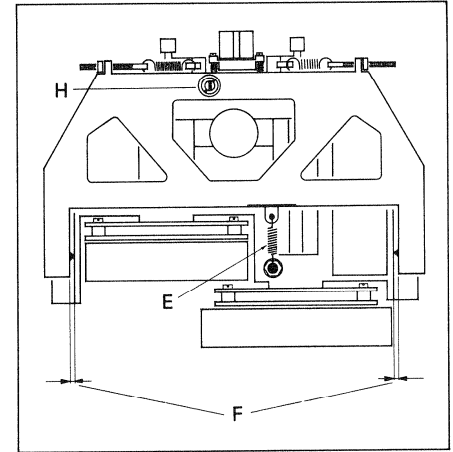

Fig. 3.3
- Der Schwenkträger muss über die Rückzugsfeder [E] geerdet sein (Fig. 3.3, Ansicht von unten).
- The pivoting carrier must be connected to ground via the retraction spring [E] (Fig. 3.3, bottom view).
- Le support des têtes doit être mis à la terre par l'intermédiaire du ressort de rappel [E] (fig. 3.3, vue de dessous).
- Kontrollieren, ob die beiden Gewindestifte an den Drehpunkten des Schwenkträgers so eingestellt sind, dass auf beiden Seiten der Abstand Schwenkträger – Doppelkapstanguss [F] gleich gross ist (Fig. 3.3).
- Ensure that the two headless setscrews at the pivoting point of the carrier are adjusted in such a manner that the clearance between pivoting carrier and dual capstan casting [F] is identical on both sides (Fig. 3.3).
- Les tiges filetées des points de rotation doivent être réglées de telle façon que la distance entre le support pivotant et le chassis du double cabestan [F] soit la même de part et d'autre (fig. 3.3).
- Die Eintauchtiefe wird mit der Einstellschraube [H] (Fig. 3.3) so eingestellt, dass das andere Ende des Mess-Schiebers sich im Bereich der eingefrästen Markierung befindet.
- Adjust engaged length by adjusting screw [H] (Fig. 3.3) in such a manner that the opposite end of the measuring slide is located within the area of the milled marking.
- Ajustez la profondeur de pénétration à l'aide de la vis [H] (fig. 3.3) de façon à ce que l'autre extrémité du curseur soit en face du repère fraisé.